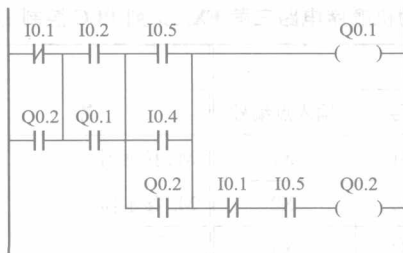

图 8 三相异步电动机顺序电路西门子 S7 - 200 型 PLC 控制梯形图
(2) 三相异步电动机顺序电路西门子 S7 - 200 型 PLC 控制梯形图如图 8 所示。